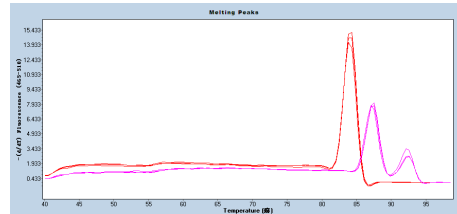
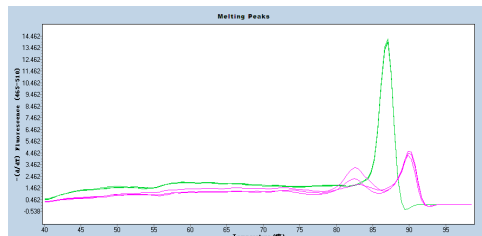
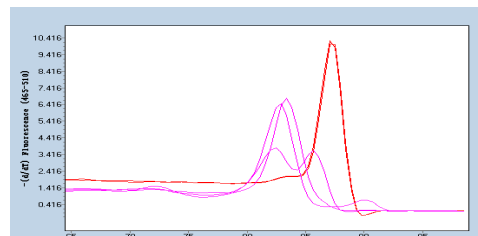

图 2. MesGen (红)与 A 公司(粉)类似产品 PCR 后的溶解曲线图(127bp, 55%GC)。
图 5. MesGen (绿)与 A 公司(粉)类似产品样品组扩增曲线图(306bp, 57.8%GC)。
图 6. MesGen (红)与 A 公司(粉为二聚体峰)类似产品样品组扩增曲线图(120bp, 65%GC)。
5. 广泛适用性 : 本制品在极大模板用量范围内不仅对常规长度 80-150bp 的 DNA 片段具高效的扩增效率 ( 图 2, 4 ), 对长度达 300bp 的片段仍表现出较强的扩增优势 ( 图 5 )。此外 GC 含量高达 65%, 75% 的 DNA 片段仍能在该体系中实现扩增 ( 图 6, 7 )。